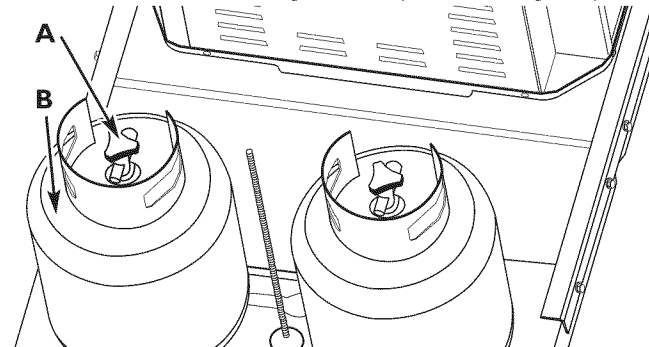

Figura 5 - Colocación correcta de los depósitos de combustible LP
2. Coloque cada depósito de LP en la bandeja con su válvula de combustible hacia el generador (consulte la Figura 5).